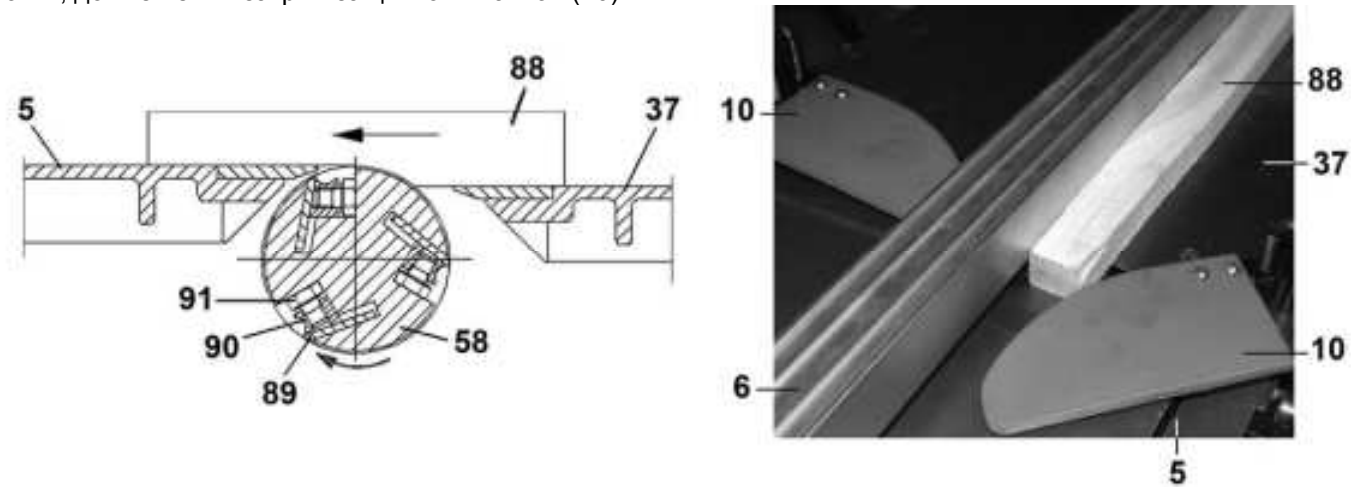

Рис. 21
9.4.1. Выборка четверти выполняется с левой или с правой стороны приёмного стола (5), для чего установите три строгальных ножа (89) в торце рабочего вала (58) строго в одной плоскости так, чтобы они выступали за торцевую плоскость строгального вала (58), но не более чем на 0,05 мм, Рис. 21, 25.